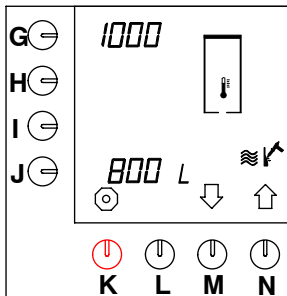

Fig. 51 Señal de descalcificación del sistema de calentamiento de agua
- La señal de descalcificación del sistema de agua caliente está fijada por estándar en 1.000 litros para todos los tipos, ver la posición situada junto a la tecla de selección (G.) en la fig. 51.
- Mantenga apretada la tecla de programación (M.)↓ hasta que en el display aparezca la fig.51.